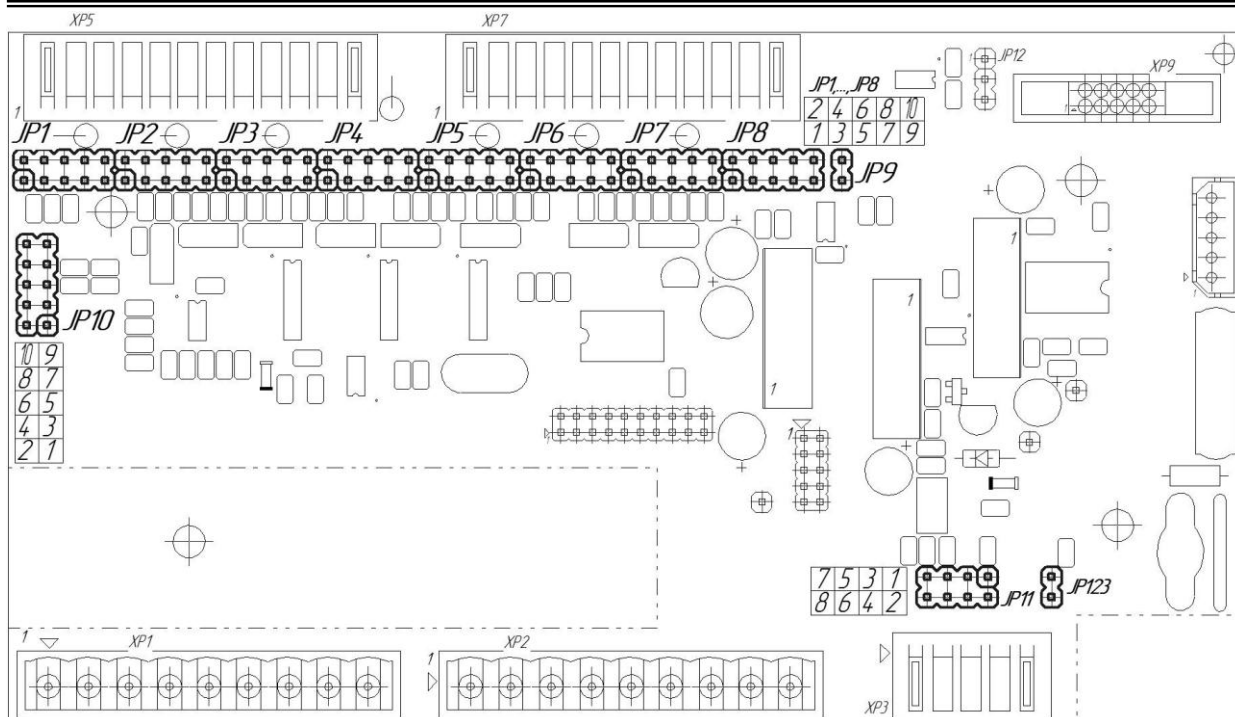

Рисунок 4.5 – Положение перемычек на плате входов
- положения переключателей на плате процессора (установленной внутри регулятора) – см. рисунок 4.5.